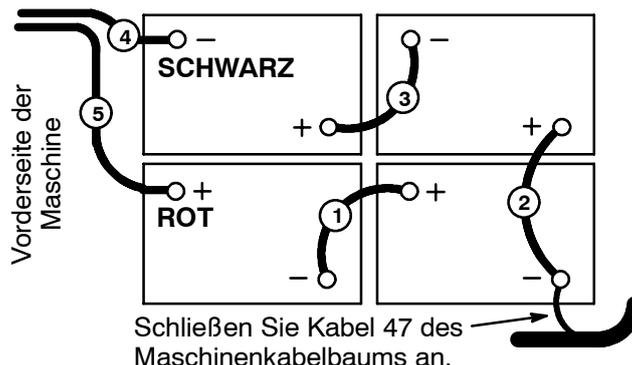

ABB. 2
3. Stellen Sie die Batterien vorsichtig in das Batteriegehäuse und ordnen Sie die Batteriepole, wie angegeben, an (Abbildung 2).
5. Verbinden Sie die Kabel in der angegebenen Reihenfolge mit den Batteriepolen (Abbildung 2), ROT AN DEN PLUSPOL UND SCHWARZ AN DEN MINUSPOL.